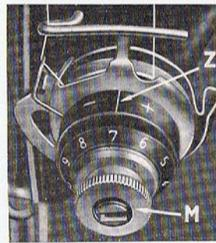

Abb. 22
3. von dort unter Festhalten der Garnrolle aufwärts in die Öse der Fadenzugfeder 3, bis hinter die kleine Hemmgabel 3a (s. auch Abb. 22),
**Das Regeln der Fadenspannungen** (Abb. 22). Die Spannung, unter der die Fäden vernäht werden, ist für das Aussehen des Stiches und die Festigkeit der Naht von größter Bedeutung. Manche Stoffe oder Arbeitsarten verlangen festere, manche losere
Diese darf nur bei herabgelassenem Presserfuß verändert werden. Durch Drehen der Regulier-Knopfmutter M (Abb. 22) kann man die Spannung des Nadelfadens verstärken oder verringern. Dreht man